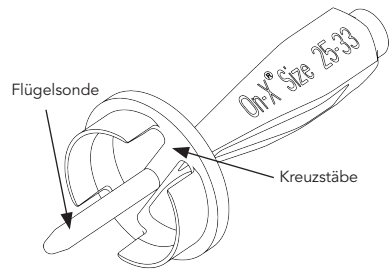

Abbildung 3: Klappendrehinstrument
**Drehinstrument** – Das Klappendrehinstrument (Abb. 3) dient zur Neuausrichtung einer Klappe in situ und zur Überprüfung der Segelbewegung. Das Klappendrehinstrument besteht aus einem Kunststoffkopf, in dessen Mitte sich eine Testsonde für die Klappen­segelbewegung befindet, und aus einem befestigten Griff. Das Klappendrehinstrument ist dann richtig zum Einsetzen der Klappe ausgerichtet, wenn die Kreuzstäbe am Kopf mit der Kippachse des Flügels ausgerichtet und die Sonde in die mittlere Öffnung zwischen den Flügeln eingeführt ist.